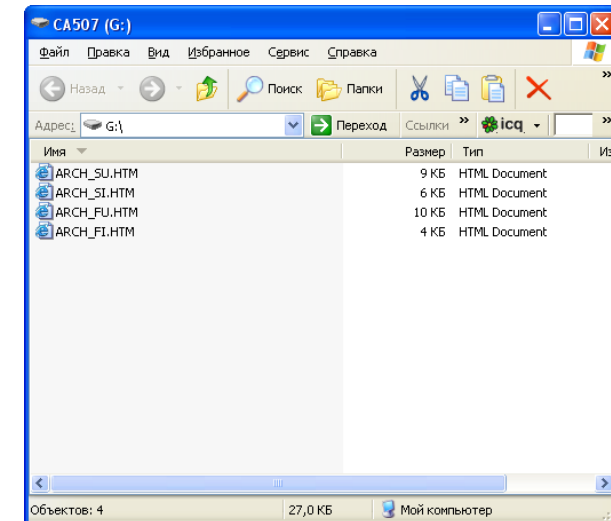

Рисунок 4.3
- 4) На экране ПК откроется окно программы "Проводник" (рисунок 4.3) с содержимым архива Компаратора, который позиционируется, как съемный диск ПК (в данном случае, G:). В архив входят четыре файла: